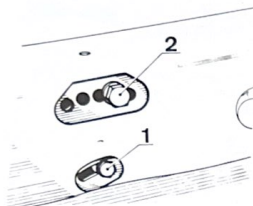

Fig. 7.5. Tornillos de fijación de la palanca de anclaje de las barras de torsión.
Aflojar el tornillo (1) (Fig. 7.5) y apretar el tornillo (V) del útil, para vencer la tensión de la barra sobre la palanca de anclaje y poder quitar el tornillo (2) sin forzarlo.
Fijar la palanca de anclaje en el orificio más cercano que corresponde a ésta tensión y apretar los tornillos 1 y 2 de anclaje (fig. 7.5).